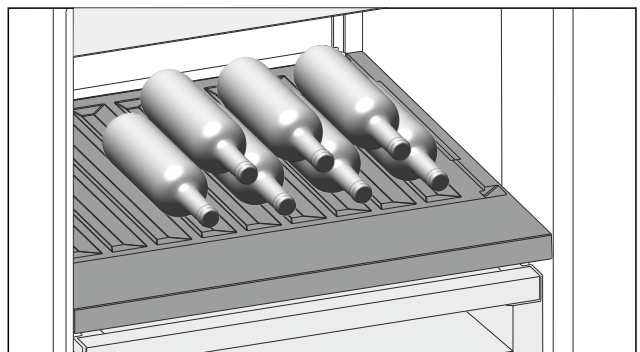

Fig. 195 Ілюстративне зображення
- Помістіть пляшки дном у напрямку до задньої стінки. (див. Fig. 195)